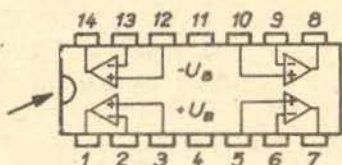

Abb. 5.05
Unser Schaltkreis auf der Platine enthält vier OV. Dank der Mikroelektronik haben sie bequem im Schaltkreisgehäuse Platz. Abbildung 5.05 zeigt den Schaltkreis von oben gesehen, wobei wir die im Schaltkreis enthaltenen OV eingezeichnet und die Anschlüsse mit Ziffern versehen haben.
- Bei den nachfolgenden Versuchen sind die Anschlüsse am OV, die Pin's, immer mit Ziffern versehen, welche denen in Abb. 5.05 entsprechen.